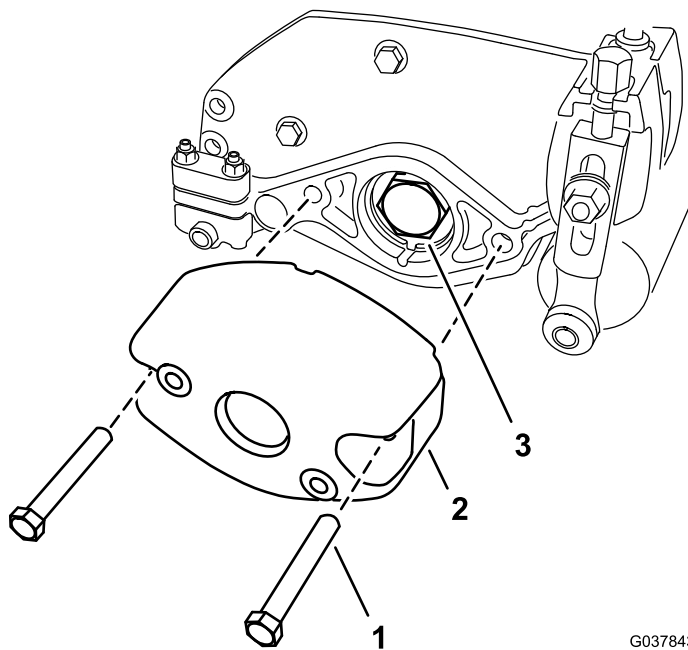

Figura 4
1. Remova os dois parafusos (5/16 pol. x 2 3/4 pol.) das duas porcas (mantidas cativas pela placa lateral) que prendem o contrapeso na placa lateral da unidade de corte. Retire o contrapeso (Figura 4).
3. Desmonte a porca do rolamento do eixo do rolo (Figura 4).